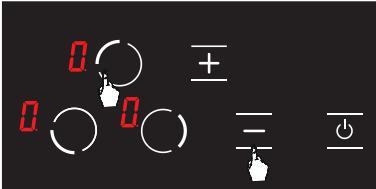

Abbildung 18
1. Berühren Sie die Auswahltaste (**□**) für die obere linke Kochplatte und die Minustaste (**-**) gleichzeitig, dabei ertönt ein kurzer Signalton. (siehe Abb. 18) Danach werden die Finger vom Bedienfeld des Herds entfernt.